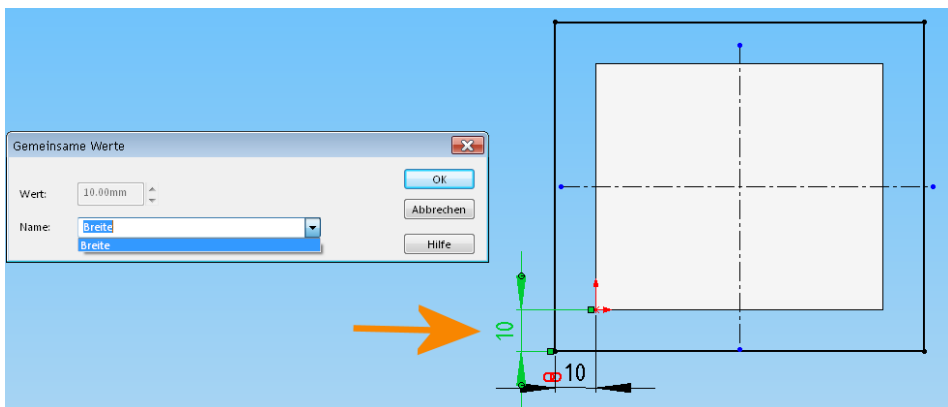

Bild 2.42: Die Denkart von SolidWorks: zwei Werte werden verknüpft, indem man sie mit dem gleichen Namen versieht.
- Wählen Sie über das Kontextmenü des Höhenmaßes wiederum *Werte verknüpfen*. Auch hier erscheint das Dialogfeld *Gemeinsame Werte* (Bild 2.42).